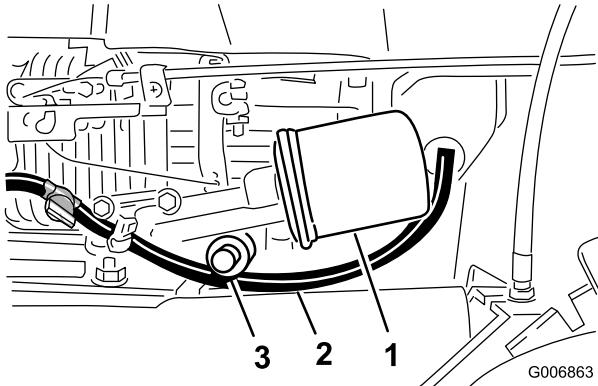

Figura 22
7. Aprite la valvola di spурго dell'olio (Figura 22) e lasciate spurgare l'olio.
Sostituite il filtro dell'olio (Figura 22) ogni 100 ore di servizio oppure ogni anno, a seconda della data più prossima.